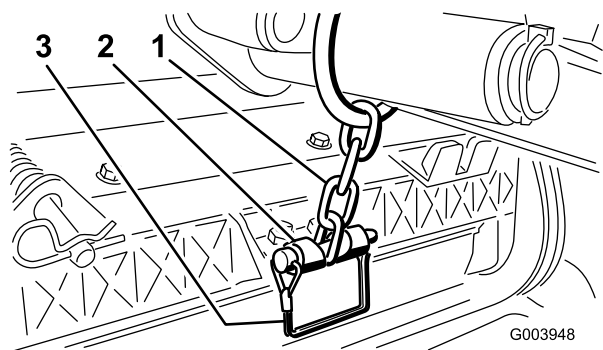

Figura 10
- Fissate la catena del braccio di sollevamento alla staffa della catena, usando il perno di ritenuta (Figura 10). Utilizzate il numero di maglie della catena riportato nel *Manuale dell'operatore* degli elementi di taglio.